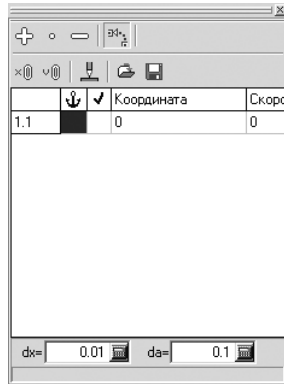

Рис. 1.11. Окно **Инспектор** после активизации пункта **Координаты** в окне **Список элементов**
- щелкните в окне **Список элементов** по пункту **Координаты**. Появится окно **Инспектор**, в котором отражается список координат, содержащий единственный элемент, см. рис. 1.11.